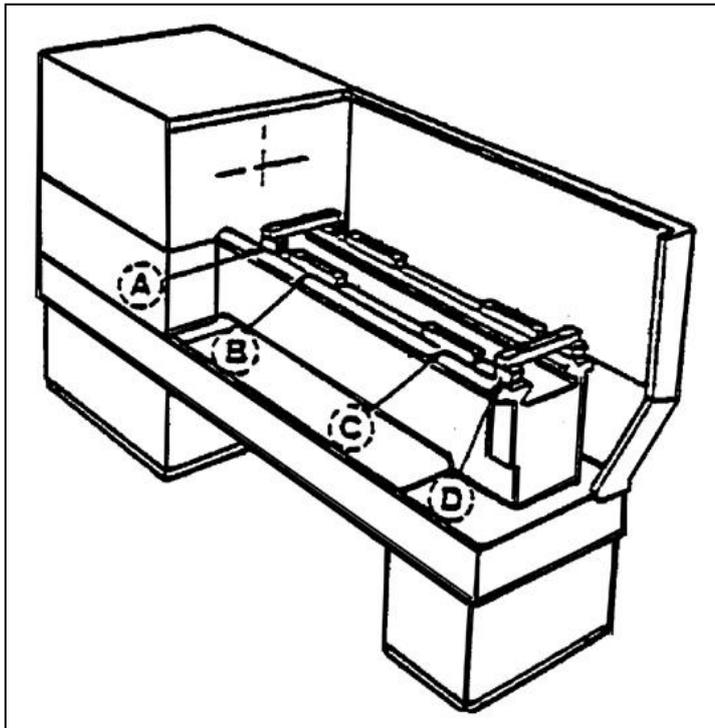

Abbildung 5 Nivellieren / i00193
HINWEIS: Die Ausrichtgenauigkeit muss mindestens 0,01 mm auf einer Länge von 250 mm betragen. Längsschlitten und Reitstock auf Mitte Maschinenbett stellen. Zum Ablesen der Längsausrichtung Wasserwaage auf alle vier (4) Ecken der Bettführungen stellen (Abbildung 5, Positionen B und C). Zum Ablesen der Querausrichtung an jedem Ende der Bettführungen auf 19 mm Richtschiene stellen (Abbildung 5, Positionen A und D).